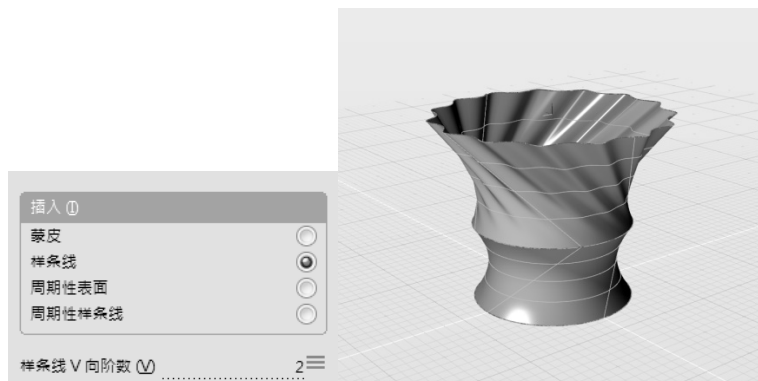

图 4-67 调整 V 方向阶数为“2”(左)以获得折面(右)
4) 在控制面板中, 设置“插入”参数为“样条线”, 表示蒙皮曲面在 V 方向上呈折面, 因为此时 V 方向上的阶数值为“2”, 结果如图 4-67 所示。